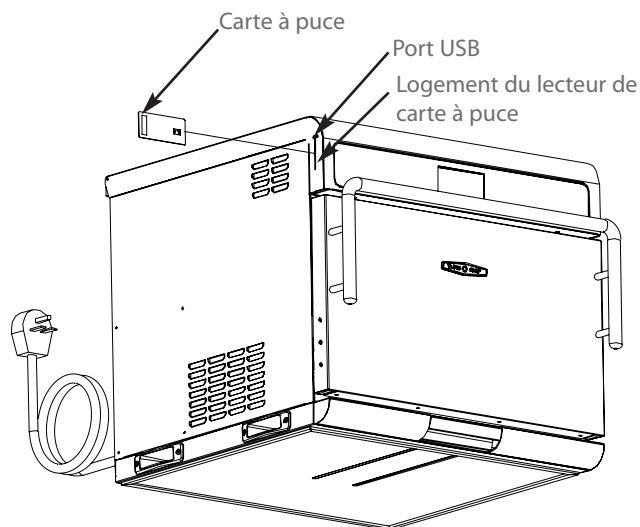

Figure 14 : Insertion d'une carte à puce/clé USB
1. insérez la carte à puce (Figure 14, page 14).
3. insérez la clé USB (Figure 14, page 14).
1. Insérez la carte à puce (Figure 14).
1. Insérez la clé USB (Figure 14).
1. Insérez la carte à puce (Figure 14). Si plusieurs cartes sont requises, assurez-vous que la carte à puce correcte est chargée en premier.